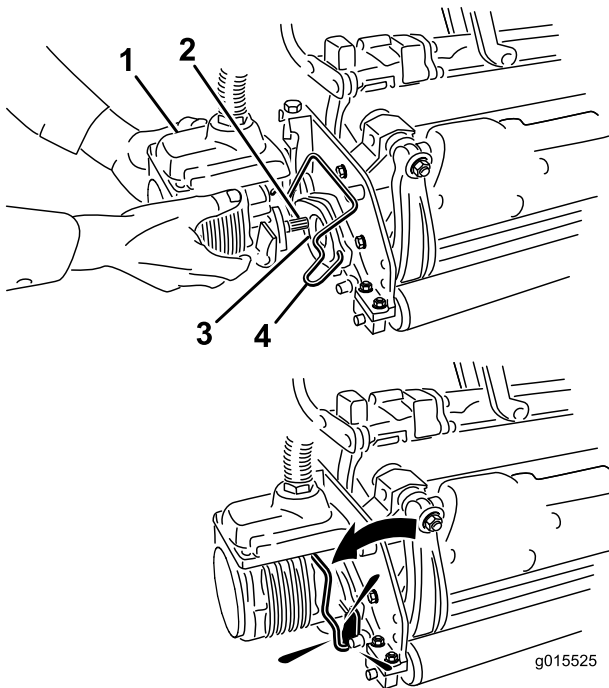

图14
11. 在滚刀组马达的花键轴上涂抹干净的润滑脂图14。
12. 将马达插入滚刀组左侧从操作员的位置看并将滚刀组上的马达固定架拉向马达直到听见马达两侧发出“咔哒”的声音图14。